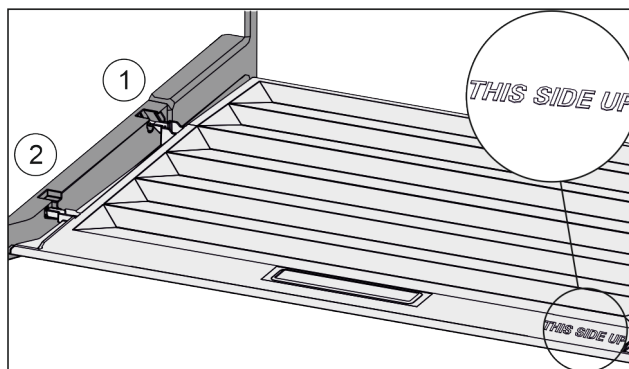

Fig. 41
- ▶ Ramiona pokrywy wprowadzić ponad otworem tylnego uchwytu Fig. 41 (1) i zazębnić z przodu w uchwycie Fig. 41 (2).